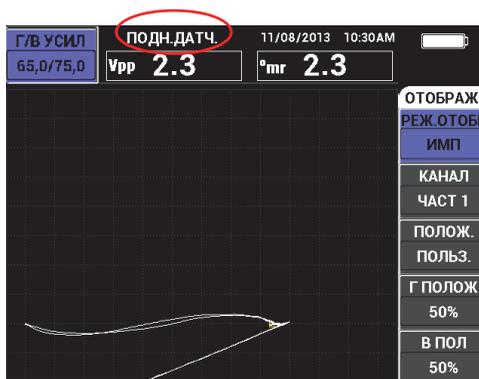

Рис. 4-4 Сообщение ПОДН.ДАТЧ. при нажатии и удержании A-LIFT NULL
1. Нажмите и удерживайте клавишу прямого доступа A-LIFT NULL () до появления звукового сигнала (по истечении 3 секунд) и отображения на экране команды «**ПОДН.ДАТЧ.**» (см. Рис. 4-4 на стр. 83).